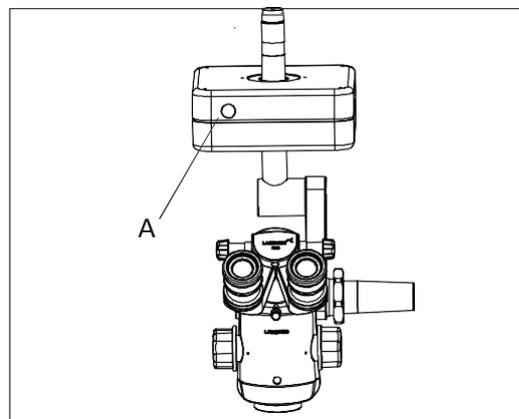

Fig. 13
Le couplage X-Y est équipé d'une fonction de recentrage. Lorsque vous appuyez sur le bouton d'activation rouge indiqué comme (A) dans la fig. 13: